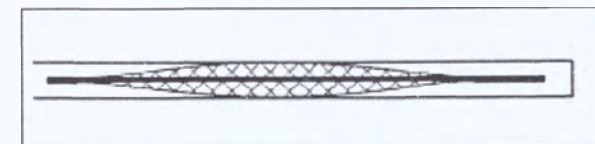

Рис.4. – Наконечник в конце загрузочной трубки
10. Потяните обратно пока наконечник не станет точно внутри конца загрузочной трубки (рисунок 4).